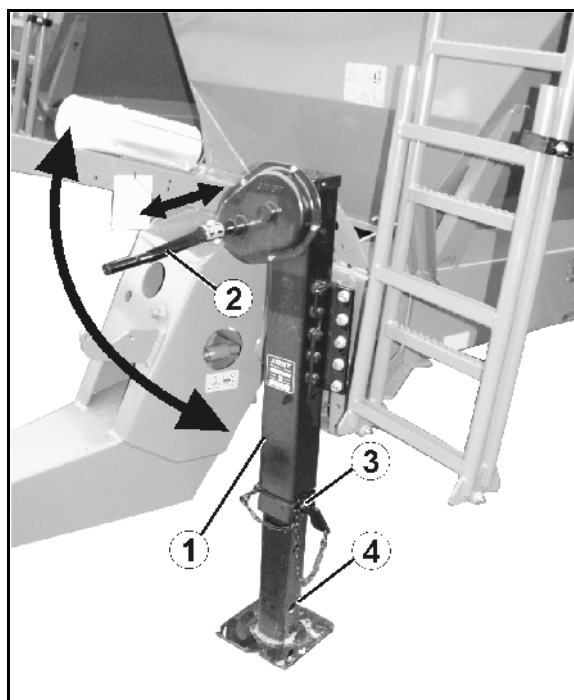

Рис. 41
1. Поднимите опору (Рис. 41/1) с помощью рукоятки (Рис. 41/2) до упора.
2. Вытяните палец (Рис. 41/3) из опоры.
4. Вставьте палец в нижнее отверстие (Рис. 41/4) и застопорите.
1. Зафиксируйте внутреннюю часть опоры и вытяните палец (Рис. 41/3) из неё.
4. Опустите опору (Рис. 41/1) с помощью рукоятки (Рис. 41/2) до упора, пока не будет разгружена тяговая серьга.